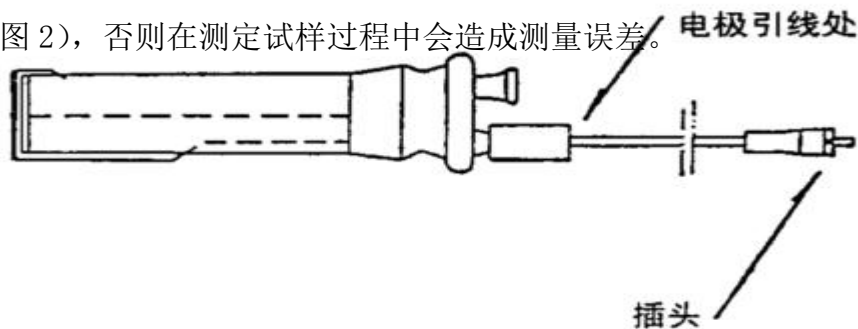

图 2
- 1、 在使用前，把滴定池所有的玻璃口打开，滴定池、干燥管、密封塞可用水清洗。清洗后放在大约 80℃ 的烘箱内烘干，然后自然冷却。注意阴极室、测量电极不能用水清洗，可用丙酮、甲醇等有机溶剂进行清洗，清洗后用吹风机吹干。清洗时应注意，不要清洗到电极引线处（见图 2），否则在测定试样过程中会造成测量误差。